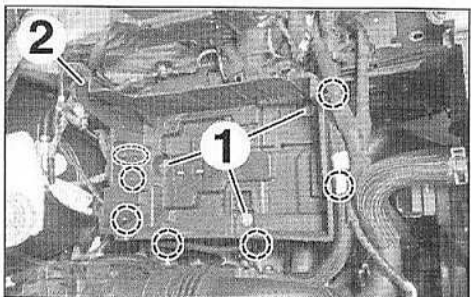

FIG.32
- Dégrafer et écarter les faisceaux attenants au bac à batterie (Fig.32).